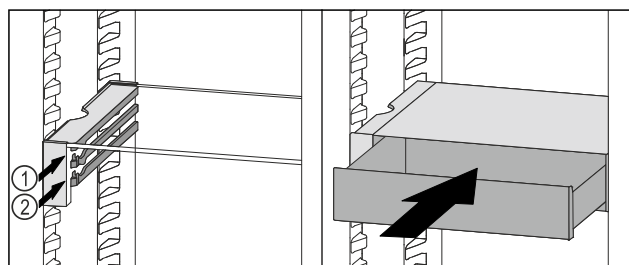

Fig. 140
- ▶ Zásuvku VarioSafe nasadte za zádržkami na požadovanom rebre Fig. 140 (1) alebo Fig. 140 (2).